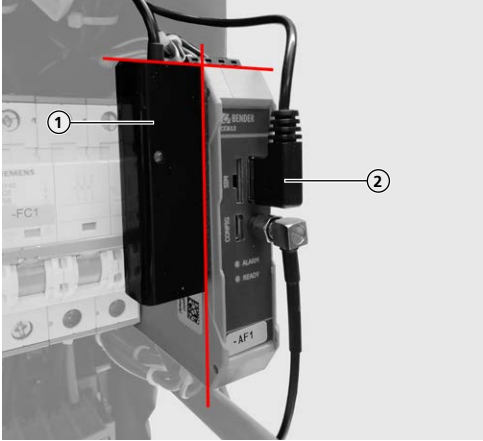

Fig. 4: Collage de l'adaptateur Ethernet-USB à fleur sur l'ECU
- Coller l'adaptateur Ethernet-USB (1) à fleur sur l'ECU (voir Fig. 4).
- Brancher la fiche USB (2) de l'adaptateur Ethernet-USB sur l'ECU.